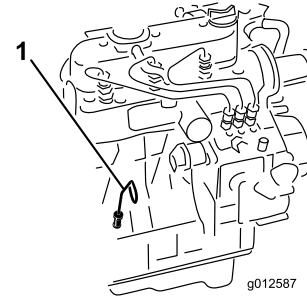

Figura 26
2. Retire la varilla (Figura 26), límpiela, y vuelva a colocarla. Retire la varilla y compruebe el nivel de aceite. El nivel debe llegar a la marca FULL (lleno) de la varilla.